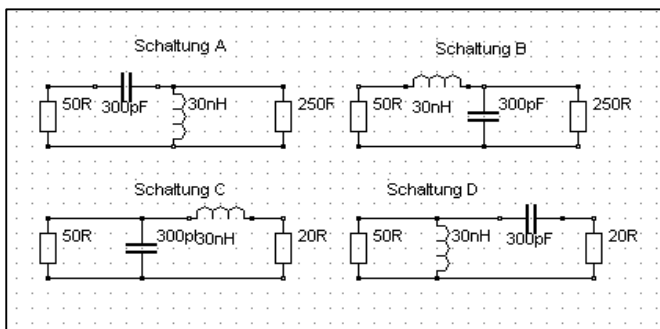

Bild 1: Unsymmetrische LC-Anpassnetzwerke
Beim LC-Filter gibt es 4 verschiedene Möglichkeiten (Bild 1) die mit der beim Pi- oder T-Filter beschriebenen Methode überprüft werden können.
Ein LC-Koppler nach Schaltung B in Bild 1 soll für eine Leistung von $P = 1000$ W konzipiert werden. Die Schaltung transformiert zu Impedanzen höher als die Quellimpedanz 50 Ω . Der Eingangsstrom ergibt sich nach (Gl.10) $I = 0,141 \sqrt{P/(W)}$ (A) = $0,141 \sqrt{1000} = 4,45$ A. Die Rollspule muss unter Berücksichtigung des Skin-Effektes mit einem entsprechenden Drahtdurchmesser versehen werden /6/.
Ein LC-Koppler 160 bis 10 m nach Schaltung C in Bild 1 soll für eine Leistung von $P = 1000$ W konzipiert werden. Die Schaltung transformiert zu Impedanzen kleiner als die Quellimpedanz von 50 Ω .